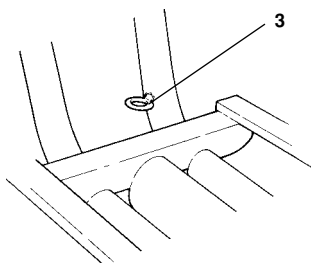

Fig. 36
**ATTENZIONE!** Il tubo di sfiato dovrà passare attraverso l'anello (3 - fig. 36) posto sulla culla sinistra del telaio.
**WARNING!** The battery breather tube must be positioned through the ring in the chassis (3 - fig. 36).